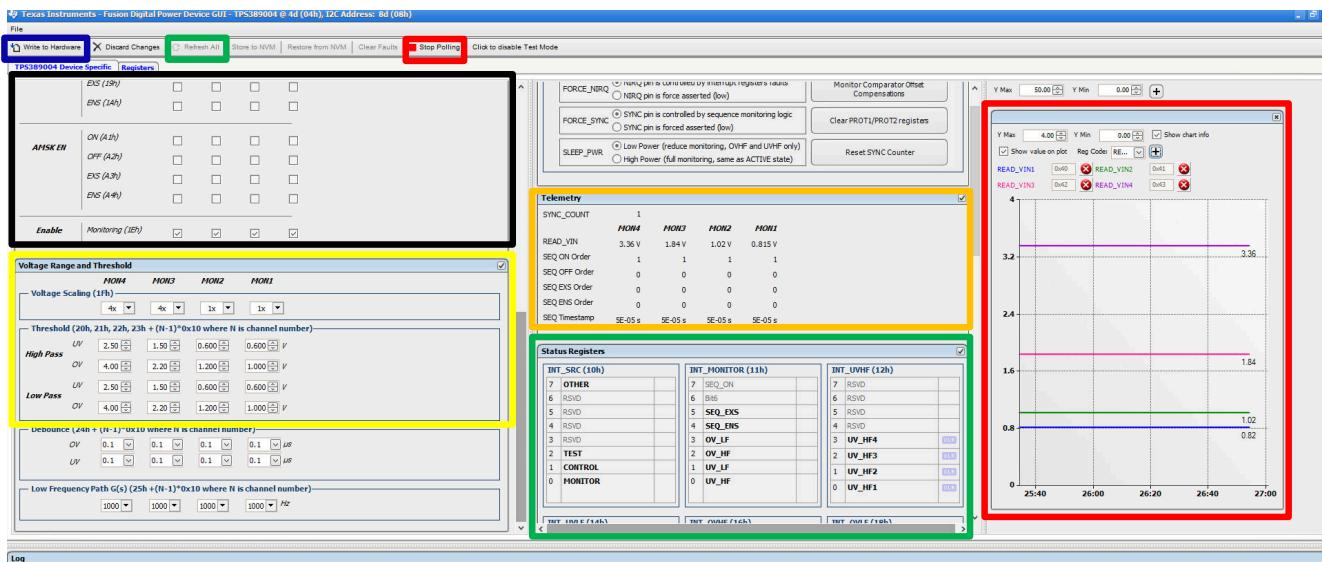

图 4-17. 用于监控四个电压电源轨的 TPS389006Q1EVM GUI 设置
9. 滚动到 *Interrupt Enable* 子窗口的底部，并通过点击空白框启用所有四个监控输入。下面 图 4-17 中的 GUI 图像显示了在突出显示的“黑框”中选择的所有监控输入。
10. 在 *Voltage Range and Threshold* 子窗口中，输入监控输入的欠压 (UV) 和过压 (OV) 阈值。需要注意的一点是，任何高于 1.5V 的监控输入都需要在 *Voltage Scaling (1Fh)* 字段中选择 4x。下面以黄色框突出显示的 GUI 图像如上所述。
14. 第 8 至 13 步如下面的 图 4-17 所示。